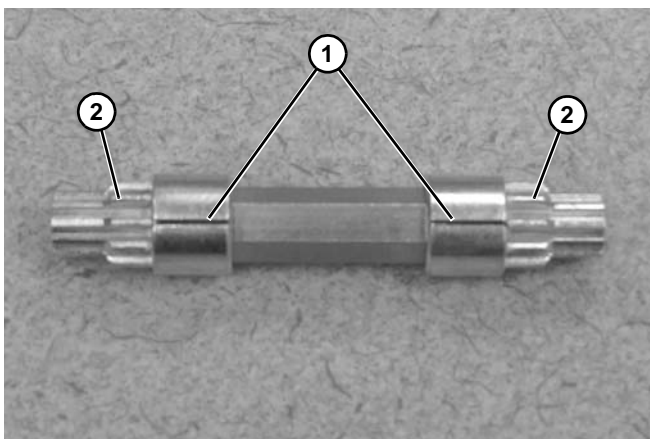

Figura 100
5. Para volver a montar estos componentes, asegúrese de que las líneas (**Figura 100, artículo 1**) de los engranajes del extremo del piñón (**Figura 100, artículo 2**) estén alineados.